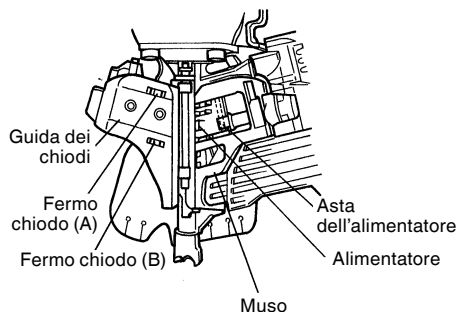

Fig. 22
- (2) Aprite la guida chiodi come mostrato in Fig. 22. Rimuovere la polvere accumulata, ecc. Applicare il lubrificante sulla scanalatura di scorrimento dell'alimentatore e sull'asta dell'alimentatore. Controllare che il fermo chiodo (A) e il fermo chiodo (B) scorrano senza intoppi spingendoli con le dita.